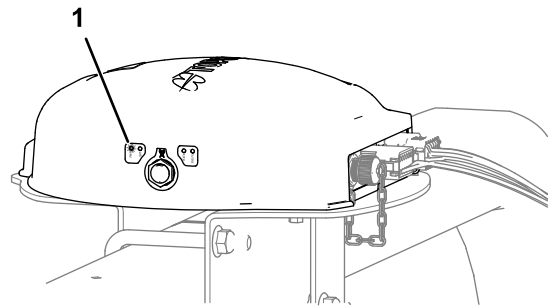

Figura 156
- Receptor de satélite — se enciende el indicador PWR (Figura 156)